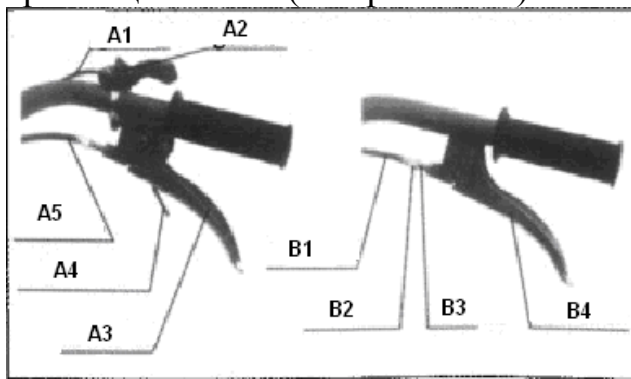

Рисунок 5
1. Регулировка троса сцепления. (См. рис. 5 и 6)